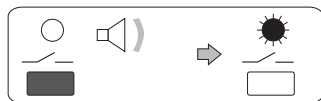

Fig. 3
- Maintenir la pression sur la **touche "—/—" jusqu'à** entendre une légère tonalité, et relâcher : la commande est activée et la **LED** correspondante est allumée fixe (fig. 3).